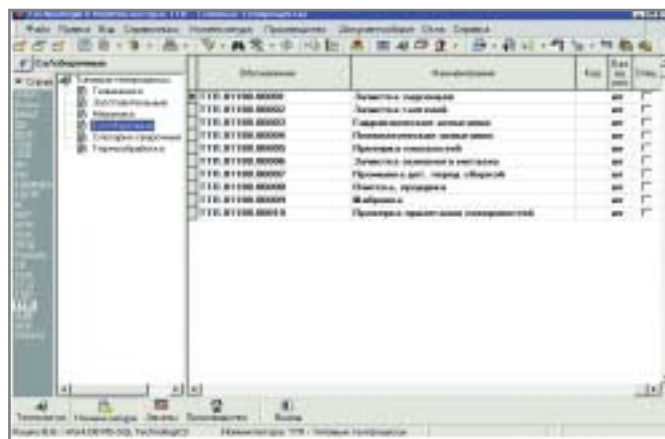

Рис. 8. Пример базы данных типовых технологических процессов и операций
- составление типовых технологических процессов (ТПП) (рис. 8);